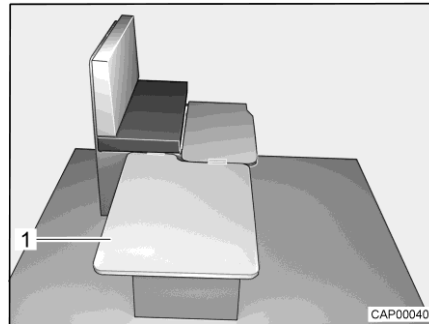

Fig. 51 Durante la transformación
- Enganchar la tabla de apoyo (Fig. 51,1) lateralmente en el banco y colocarla en la mesa.